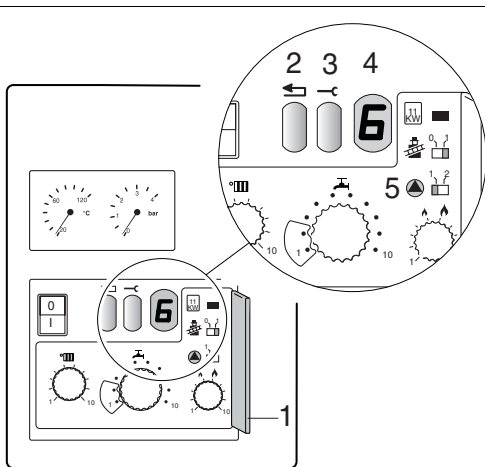

Fig. 11 Avvisi d'esercizio e di disfunzione
Il display (fig. 11, pos. 4) visualizza lo stato d'esercizio o eventuali disfunzioni. L'avviso è costituito da due simboli. Il secondo simbolo appare dopo aver premuto il tasto di servizio (fig. 11, pos. 3).